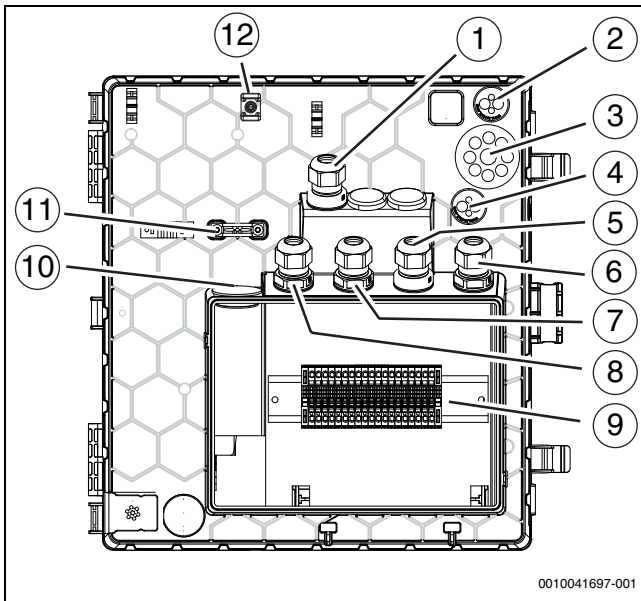

Bild 33 Kabeldurchführungen zum Klemmenkasten
3. Kabel in den Klemmenkasten führen (→ Abbildung 33).
Bei Kabeldurchführungen (->Abbildung 33 [2], [3], [4], [10]) genügt ein kleiner Einstich in die Membran, dann können die Leitungen durchgeschoben werden.
- Nach dem Einführen der Kabel die Kabelverschraubungen festziehen (->Abbildung 33 [1], [5], [6], [7], [8]).
- Die festgelegten Befestigungspunkte [12] für die Befestigung der durch die Einführungen geführten Kabel verwenden (->Abbildung 33 [2], [3], [4]).